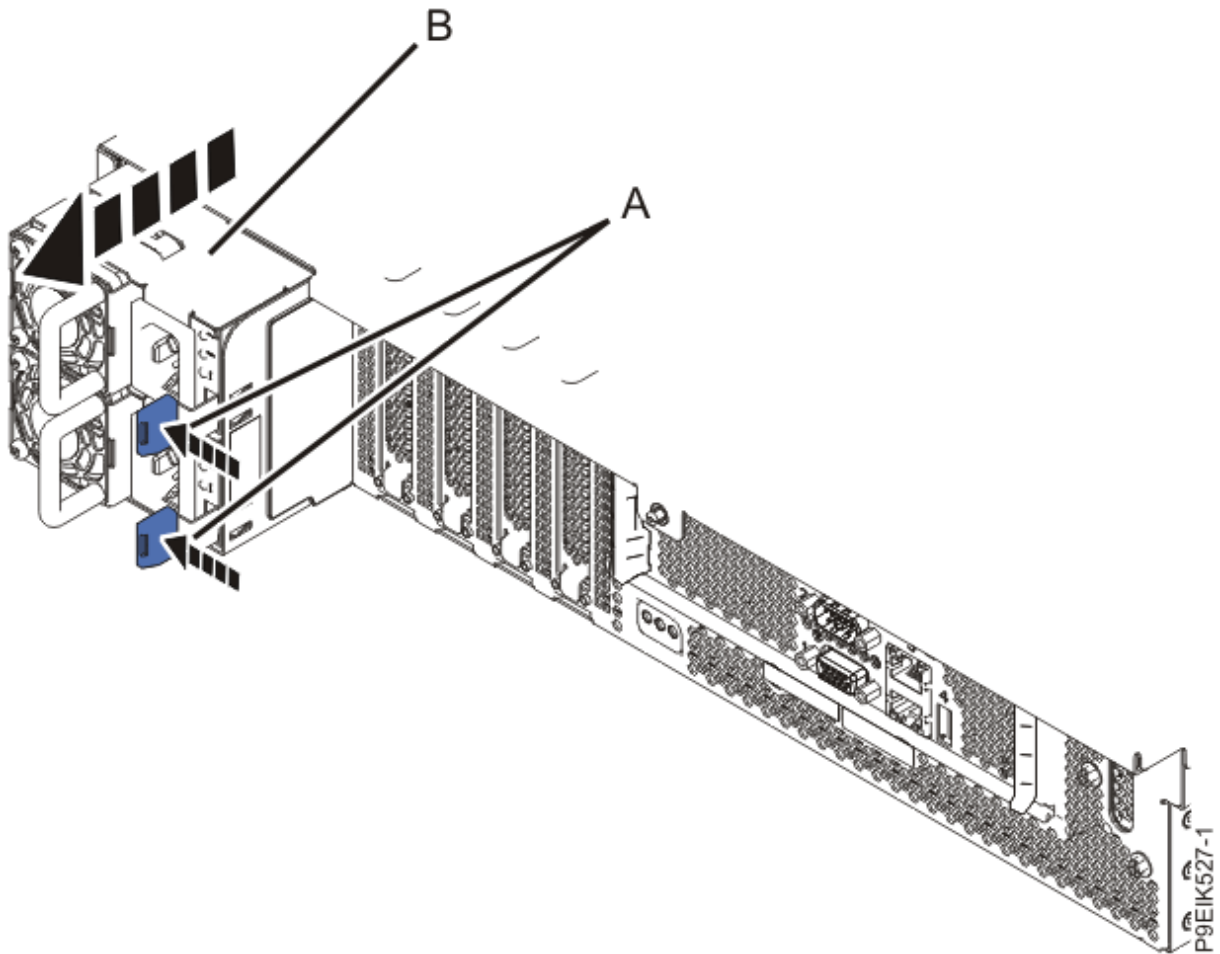

Figure 193. Retrait des blocs d'alimentation du système
9. Retirez les blocs d'alimentation du système comme illustré dans la Figure 193, à la page 221.